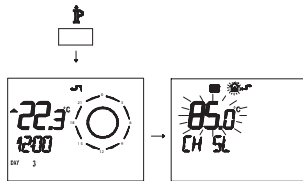

Fig. 2.63
- 1 Нажать на более чем на 3 секунды кнопку IP для входа в режим *ИНФОРМАЦИЯ* (Fig. 2.63).